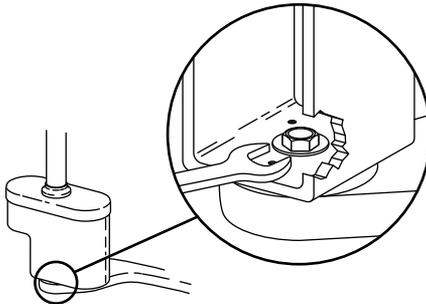

Figura 14. Rotazione del blocco centrale
7. Se il blocco centrale è montato parallelamente alla poltrona, è necessario ruotare il blocco centrale sull'adattatore di montaggio della poltrona. Utilizzare una chiave da 15/16 di pollice per allentare il perno indicato nella Figura 14. Ruotare il blocco centrale e serrare il perno.